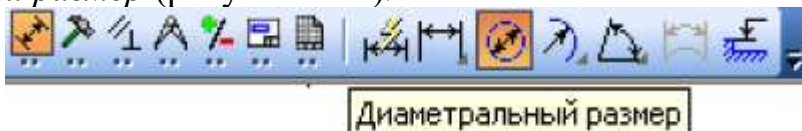

Рисунок 4.24 – Выбор Диаметрального размера
23. Размер  $\varnothing 40$  на виде сверху проставьте с помощью пиктограммы *Диаметральный размер* (рисунок 4.24).